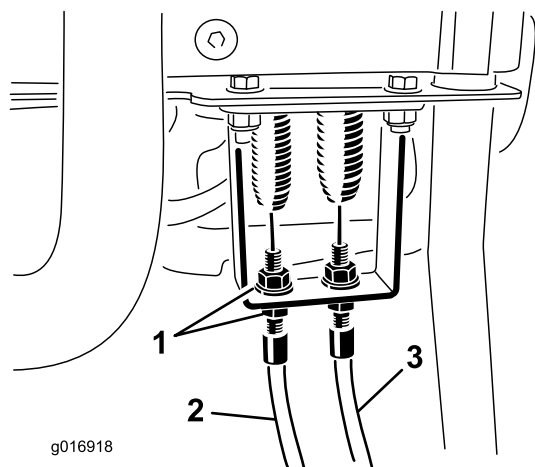
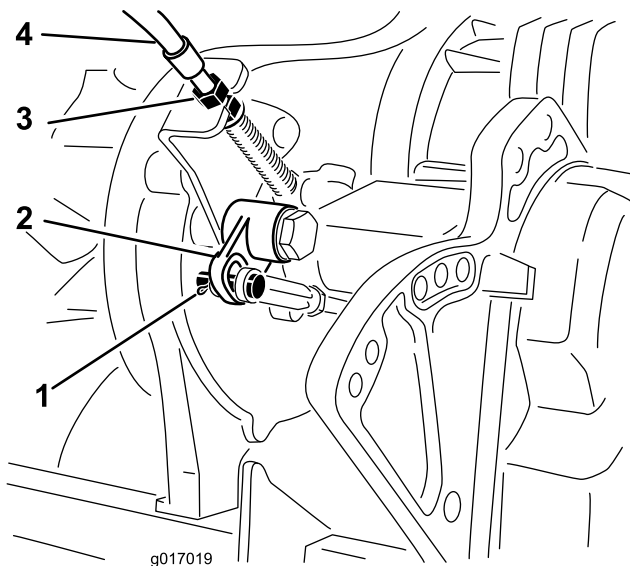

図 45
図 46
2. 走行コントロールケーブルの延長スプリング部分にたるみができていないか点検する（図 45）。たるみがある場合には、バルクヘッド（図 46）についているジャムナットを調整してたるみを取る（スプリングを伸ばさない）。
- ベルクランクロッドのクレビスをベルクランクレバーに固定しているコッターピンとクレビスピンを外す。ベルクランクレバーからクレビスを外す（図 46）。
- トランスミッションのバルクヘッド（図 46）で、先ほどの調整に合わせてケーブルのジャムナットを調整してベルクランクへの距離を小さくする。
- ケーブルの調整は、コントロールパネルのバルクヘッドのところで、ケーブルのジャムナットを回転させて、スプリングが伸びずにケーブルのたるみが完全になるように調整する（図 45）。
- コントロールハンドルのバルクヘッド部で、リールコントロールケーブルをゆるめてケーブルにたるみを持たせる（図 45）。